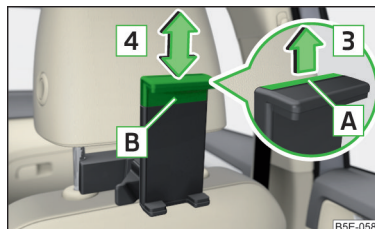

Fig. 105
- Pentru **adaptarea înălțimii suportului**, trageți curelușă de siguranță **A** în sensul săgeții **3** și deplasați piesa **B** în sensul săgeții **4** în poziția dorită » fig. 105.